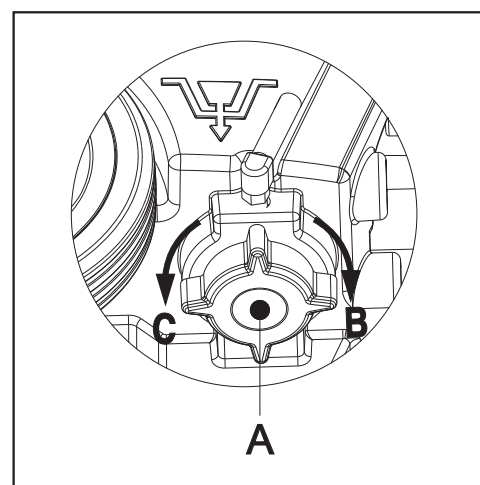

FIGURE 9
7. Comme illustré Figure 9, ouvrez le couvercle du réservoir de solution (A) en le tournant dans le sens contraire des aiguilles d'une montre (C) de façon à vidanger complètement le réservoir. Rincez l'intérieur du réservoir de solution à l'eau propre. Une fois cette opération terminée, remettez le couvercle du réservoir de solution (A) en place en le revissant dans le sens des aiguilles d'une montre (B).